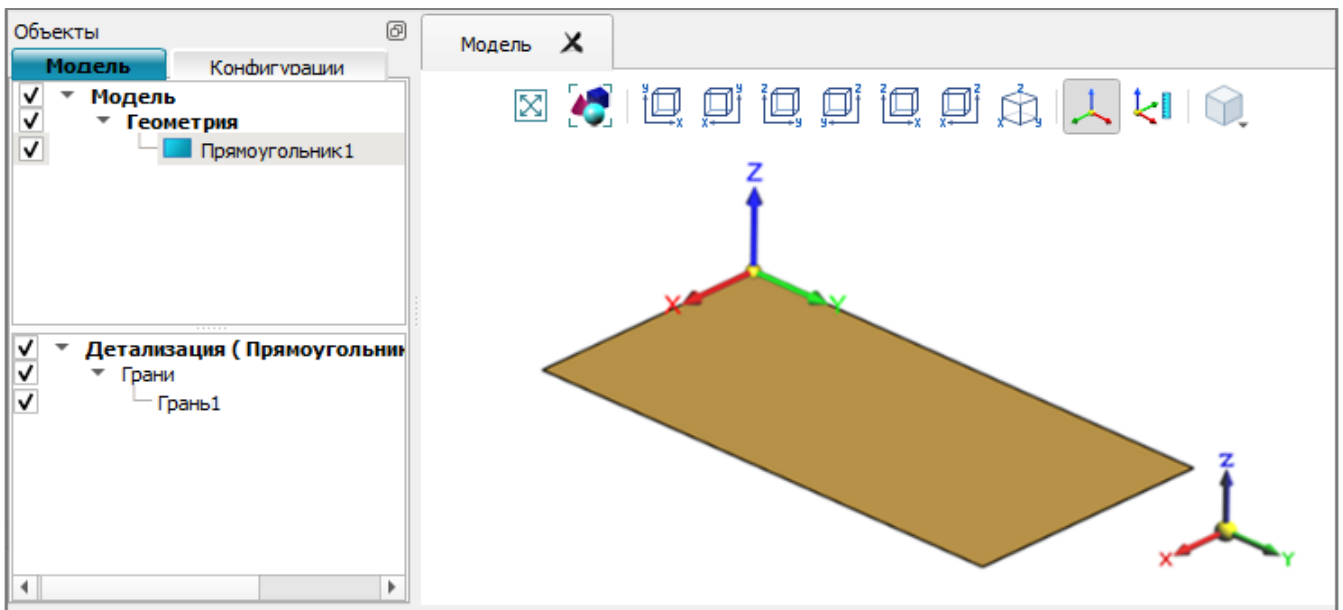

Рис. 16
1) добавить в модель примитив *Прямоугольник*, отредактировать его свойства (рис. 16);